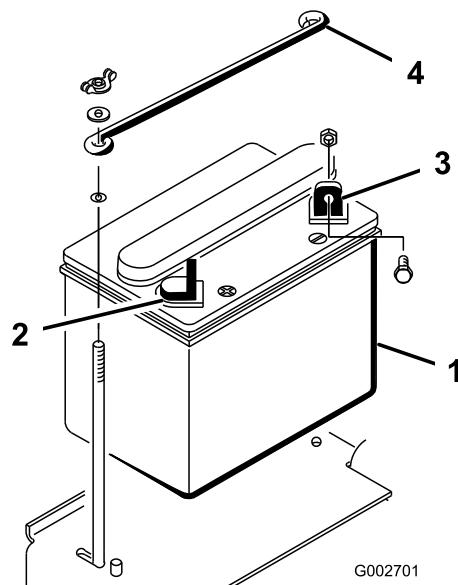

図 4
- マイナス端子を車体後方に向けてバッテリーを車体に載せる(図 4)。